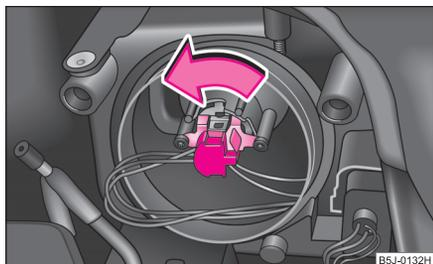

Abb. 186 Ausbau der Glühlampe für Abblend- und Fernlicht
- Beim Scheinwerfer mit Modul (Halogenglühlampe H7) ⇒ Abb. 186 den Stecker mit der Halogenglühlampe bis zum Anschlag nach links drehen und herausnehmen.